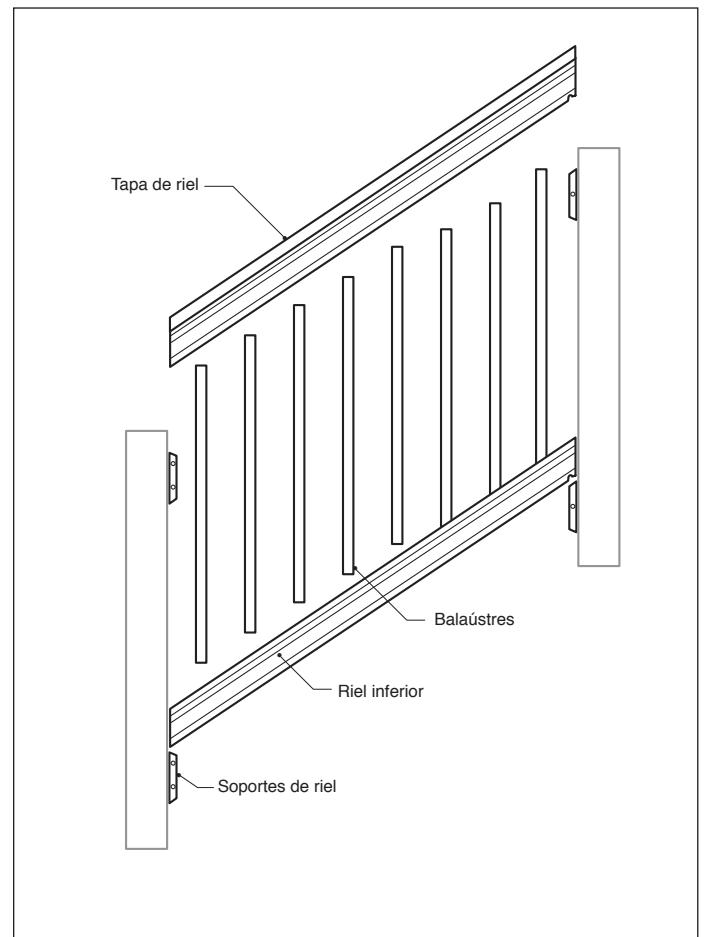

fig. 4
Paso 3: Fija los (4) soportes del riel DeckoRail de 2x4 según las instrucciones incluidas.
Paso 4: Fija el riel inferior de 2x4, con los orificios hacia arriba, usando los soportes del riel DeckoRail de 2x4. Inserta los balaústres en los orificios pretaladrados (**fig. 4**).
Paso 5: Fija el pasamanos alineando los orificios al balaústre en un extremo del riel y continuando hacia el extremo contrario, asegurándote de que todos los balaústres queden fijos entre los dos rieles (**fig. 4**).